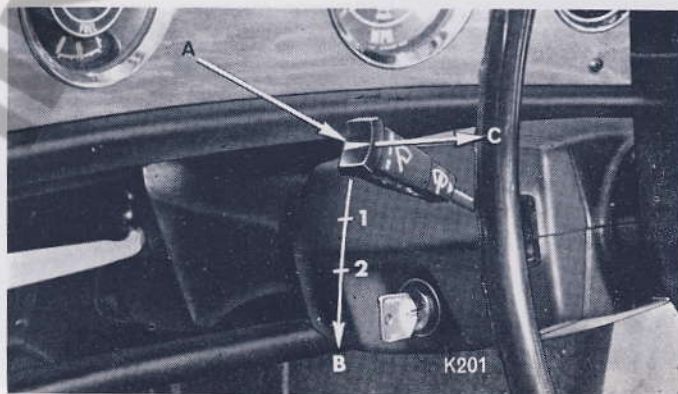

Fig. 7
**Comando del tergicristallo e del lavavetro (19, Fig. 7)**
**Lavavetro -** Premere l'estremità della levetta verso il piantone dello sterzo (A).
**Tergicristallo -** Spostare la levetta in giù, sulla posizione '1' per il funzionamento a bassa velocità o nella posizione '2' per il funzionamento veloce (B). Per il funzionamento intermittente del tergicristallo, la levetta può essere tenuta nella posizione C.